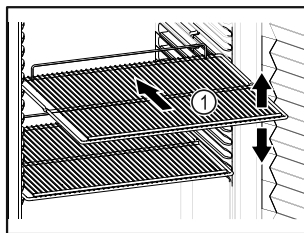

Fig. 60 Ilustrační zobrazení
- Pokud jsou odstavňé rošty Fig. 60 (1) přemístitelné, přizpůsobte je vždy na danou výšku.